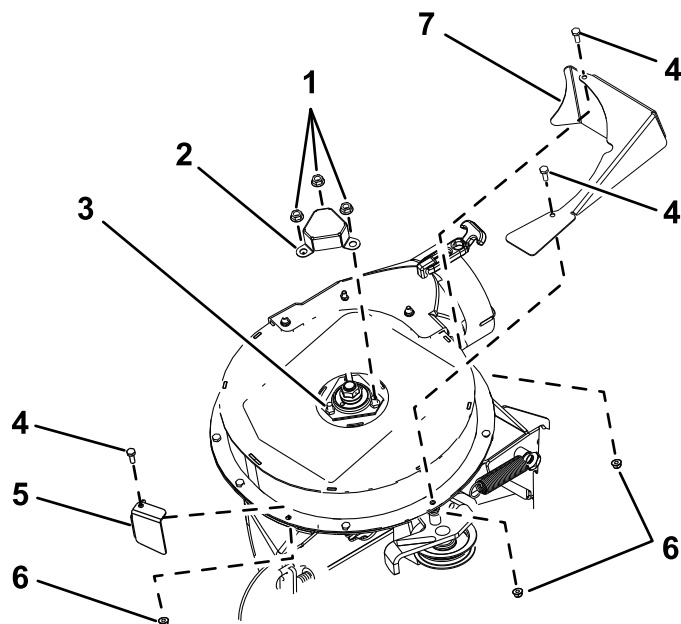

Figure 8
1. Alignez la protection d'arbre sur les 3 boulons et les 3 écrous de fixation du logement de roulement supérieur (Figure 8).
2. Fixez la protection d'arbre au ventilateur à l'aide des 3 écrous cannelés retirés à l'opération 1 de Dépose de la protection d'arbre et des fixations (page 4) ; voir Figure 8.
1. Alignez la protection avant sur le carter de ventilateur supérieur (Figure 8).
2. Fixez la protection avant au carter de ventilateur supérieur à l'aide d'un boulon à tête hexagonale (1/4 x 3/4 po) et d'un contre-écrou (1/4 po) retirés à l'opération 3 de Dépose de la protection d'arbre et des fixations (page 4) ; voir Figure 8.
3. Alignez le capot de tendeur sur le carter de ventilateur supérieur (Figure 8).
4. Fixez le capot du tendeur au carter de ventilateur supérieur à l'aide de 2 boulons à tête hexagonale (1/4 x 3/4 po) et de 2 contre-écrous (1/4 po) retirés à l'opération 3 de Dépose de la protection d'arbre et des fixations (page 4) ; voir Figure 8.